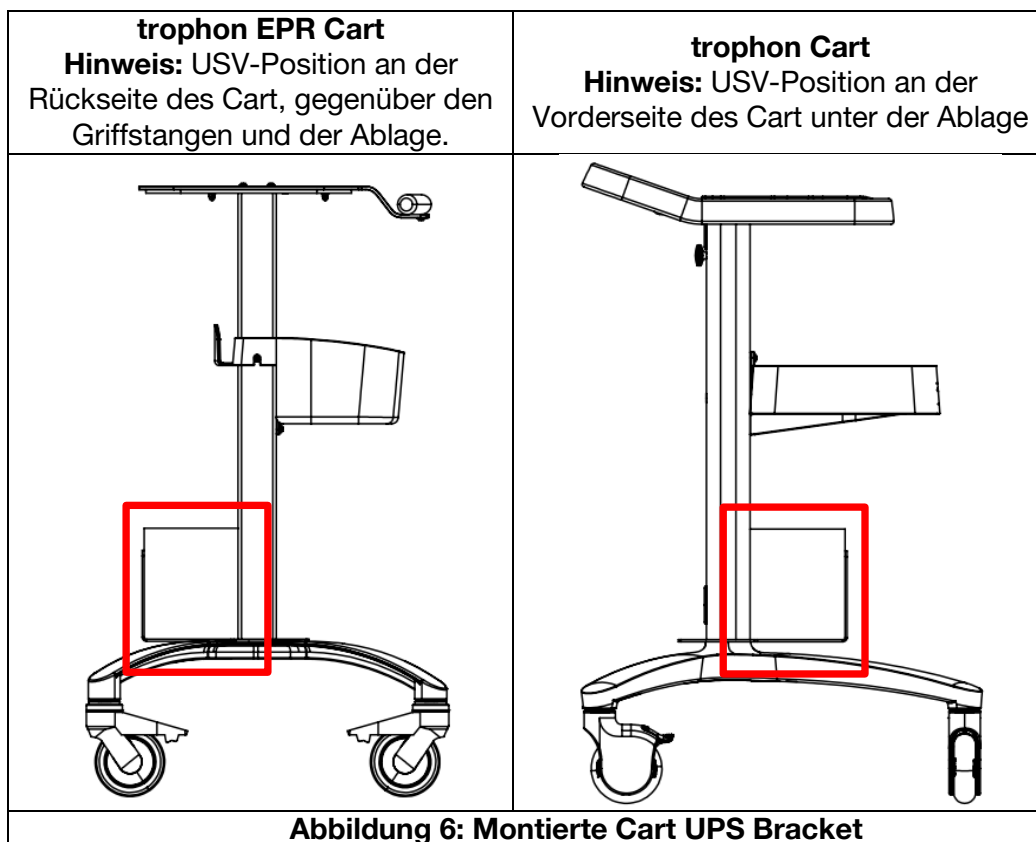

Abbildung 6: Montierte Cart UPS Bracket
10. Abbildung 6 zeigt eine korrekt installierte USV mit den trophon EPR und trophon2 Cart, rechte Ansicht der Carts.